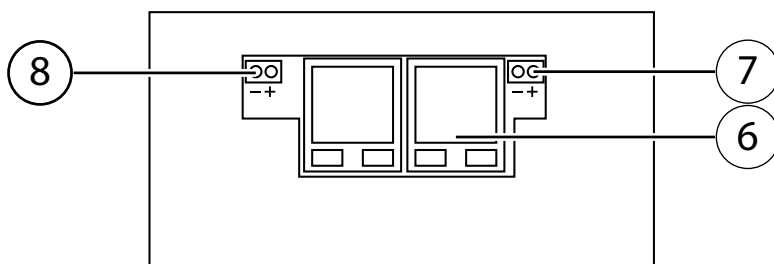

Рисунок 2 — Нижняя панель ВП
2.3.7 В случае необходимости изделие может быть подключено к резервному источнику питания, подключение осуществляется к клеммам DC 24 В (рис. 2, поз. 7). В качестве резервного источника питания может использоваться распределитель питания ROXTON PD-8032 или выходной контакт питания DC 24 В блока селектора связи ROXTON CS-8232.